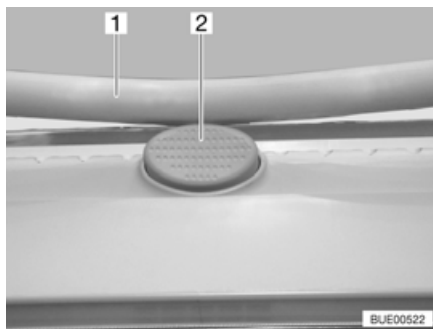

Fig. 107 Bottone di sicurezza sull'oblò Heki
- Premere il bottone di sicurezza (Fig. 107,2) e tirare verso il basso la staffa (Fig. 107,1) con entrambe le mani.
- Premere la staffa verso l'alto con ambedue le mani, finché la staffa non poggia al di sopra del bottone di sicurezza (Fig. 107,2).